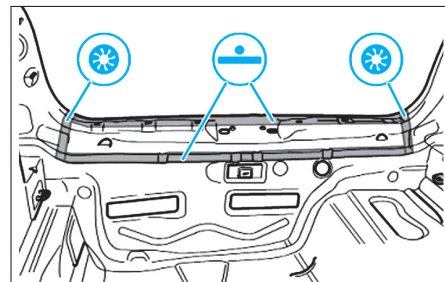

FIG. 126
- Souder la doublure de jupe comme illustré (Fig.126).